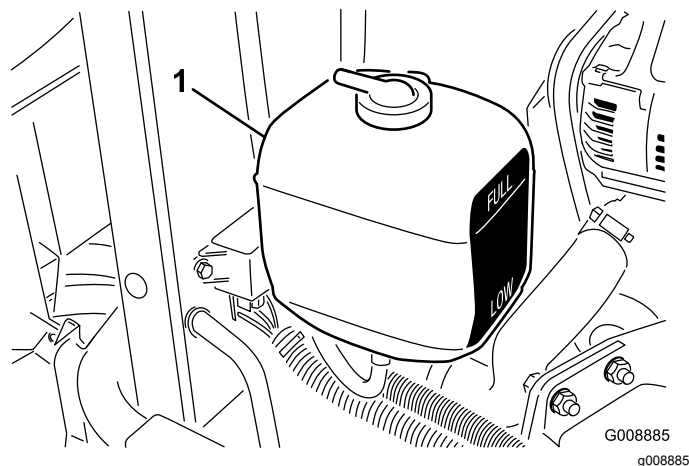

Рисунок 57
2. Проверьте уровень охлаждающей жидкости в расширительном бачке (Рисунок 57). При холодном двигателе уровень охлаждающей жидкости должен находиться приблизительно посередине между отметками на боковой стенке бачка.